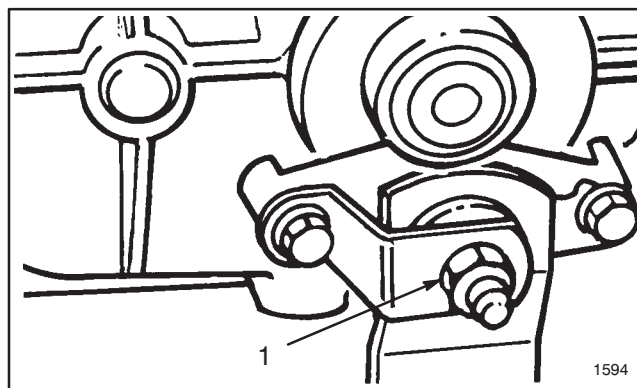

Figure 24
3. Serrer le contre-écrou d'environ 1/4 de tour vers la droite (Fig. 24).